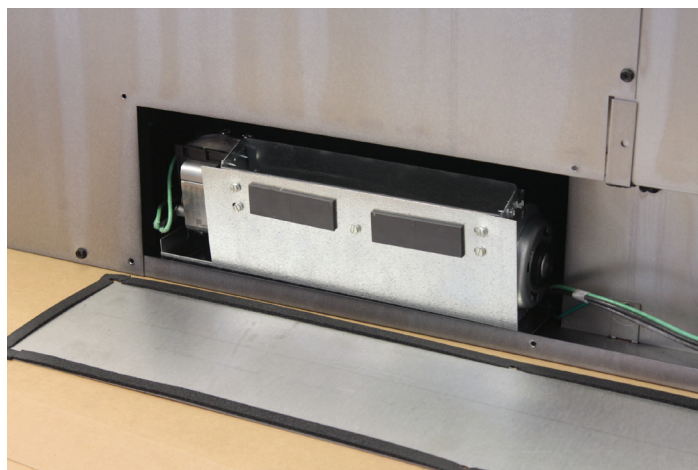

Figure 6
8. Ensuite, installer l'ensemble de soufflante droit vers le côté droit de l'ouverture d'accès. Le bord droit du support de la base de la soufflante devrait être à égalité avec le bord droit de l'ouverture d'accès. Acheminer le câblage de manière à éviter la roue de la soufflante. **Voir Figure 6.**